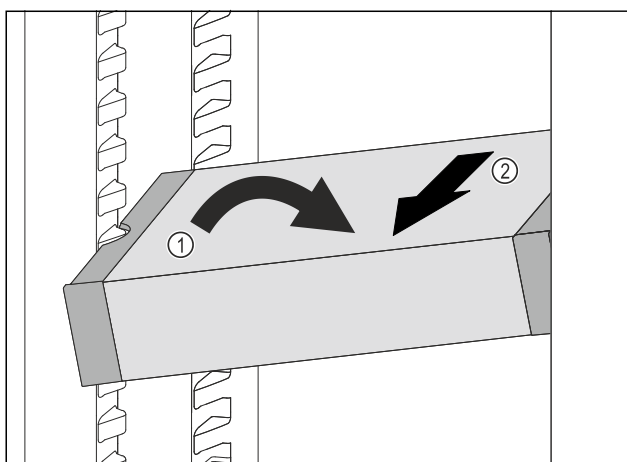

Fig. 114
- Impostare il vano frigorifero di VarioSafe ad angolo. Fig. 114 (1)
- Rimuovere VarioSafe tirando in avanti. Fig. 114 (2)